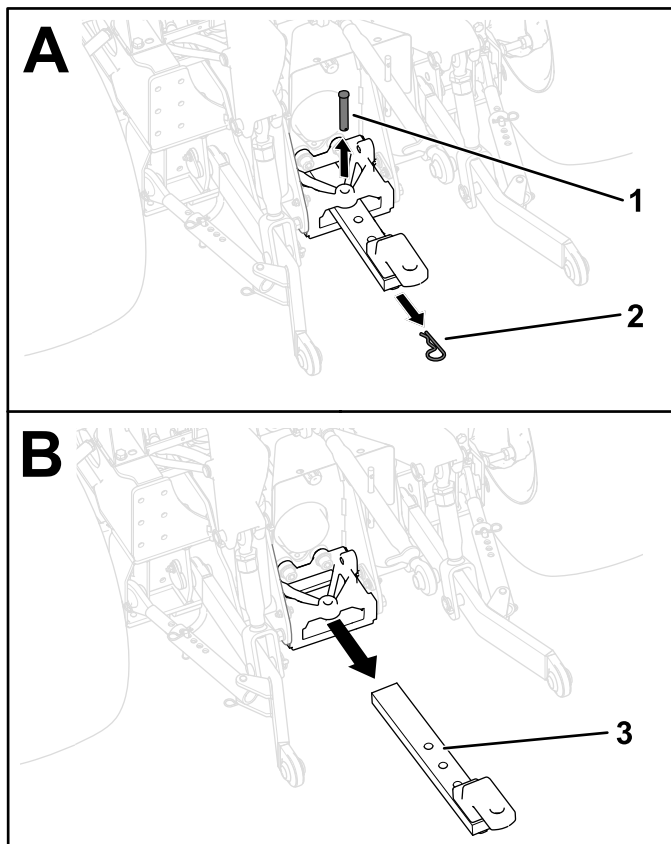

Figura 20
1. Remova o perno de gancho e passador de forquilha que prendem a barra de engate ao suporte da barra de engate (Figura 20).
2. Retire a barra de engate do suporte (Figura 20).